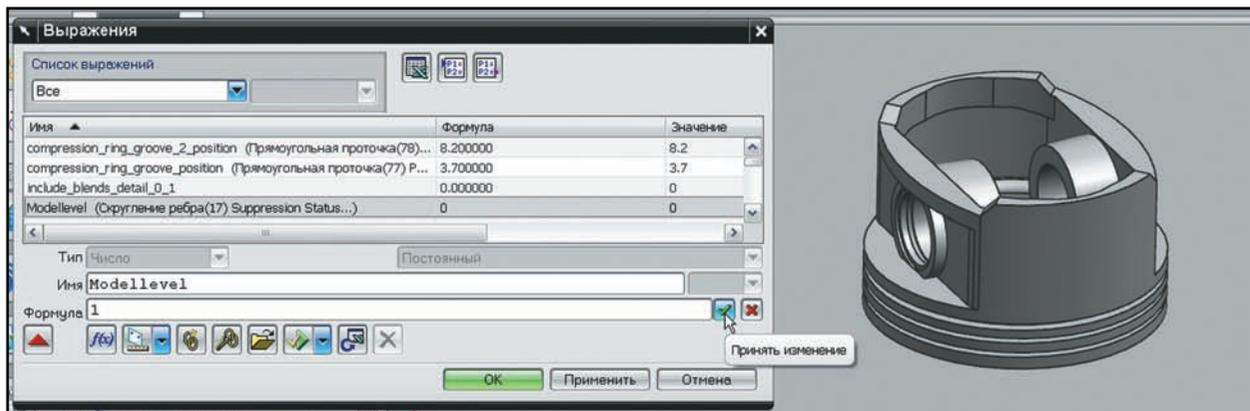

Рисунок 10.46 Создание управляющей переменной
- Закройте диалог команды подавления и в главном меню выберите пункт **Инструменты > Выражение**. В списке доступных выражений найдите переменную подавления элементов и, выделив её, дайте ей какое-либо осмысленное имя. После этого поменяйте значение этой переменной с 1 на 0 и, нажав кнопку **Применить**, посмотрите, как это отразится на геометрии модели (рис. 10.46).